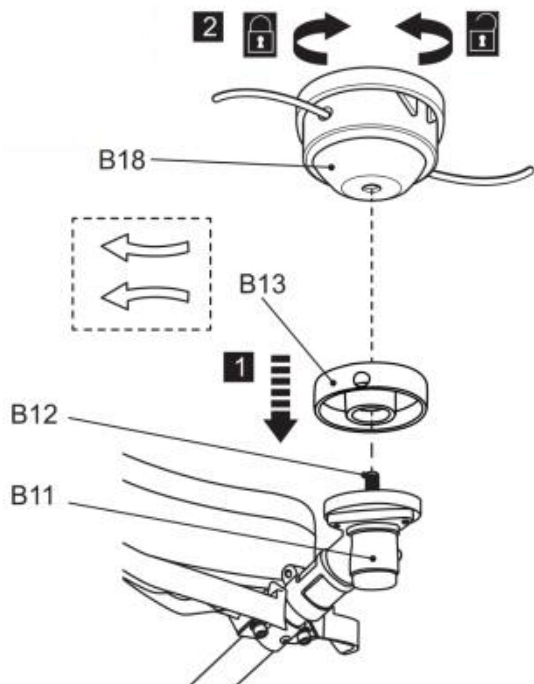

Fig. 6
4) Skruva trimhuvudet (B18) moturs på spindeln (B12) och dra åt det för hand samtidigt som du låser spindeln (B12) med insexnyckeln (E5). Ta bort insexnyckeln efteråt (fig. 6).